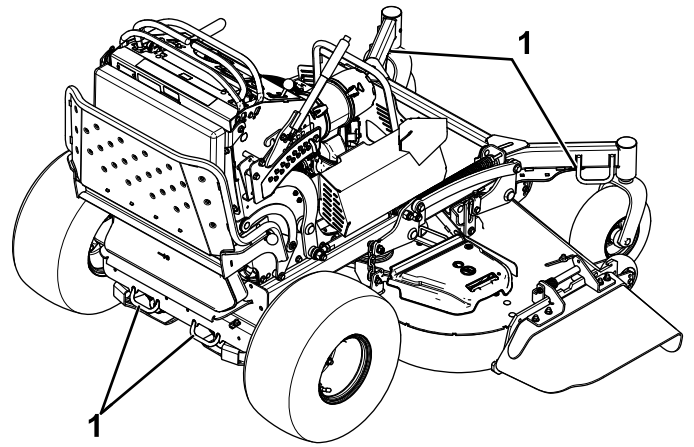

Bild 31
7. Vergurten Sie die Maschine in der Nähe der vorderen Laufräder und der hinteren Stoßstange mit Riemen, Ketten, Kabeln oder Seilen (Bild 31). Ziehen Sie in Bezug auf Anforderungen für Befestigungen geltende Vorschriften zurate.